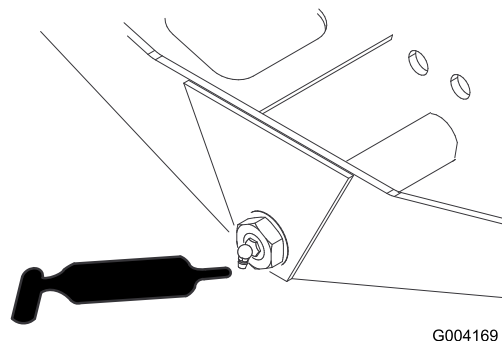

Figura 50
- Articulação do direção do eixo (1 cada) (Figura 50)